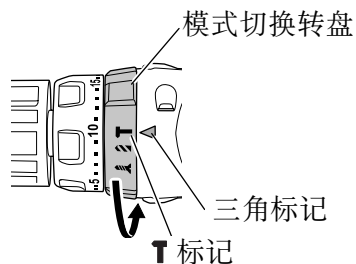

图 16
- (3) 当把本机作为冲击钻使用时, 请将模式切换转盘上的锤子标记“**T**”与机身外侧上的三角标记对齐。(请参照图 16)